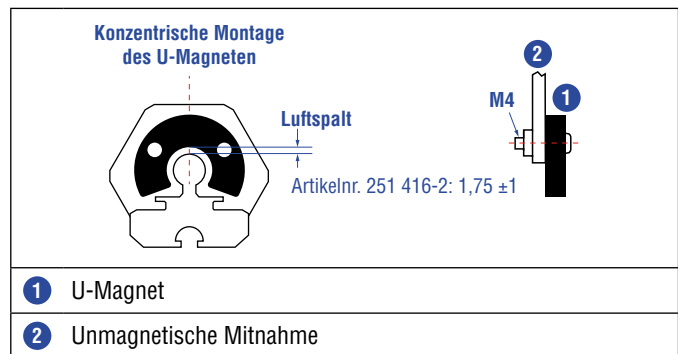
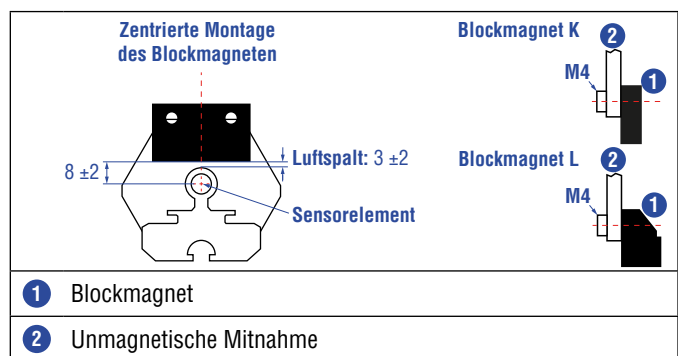

Abb. 70: Montage U-Magnet (Artikelnr. 251 416-2)
Abb. 71: Montage Blockmagnet K (Artikelnr. 251 298-2) und Blockmagnet L (Artikelnr. 403 448)
- Montieren Sie Blockmagnete zentriert über dem Messstab oder dem Sensorprofil. Maximal zulässigen Luftspalt nicht überschreiten (Abb. 70/Abb. 71).